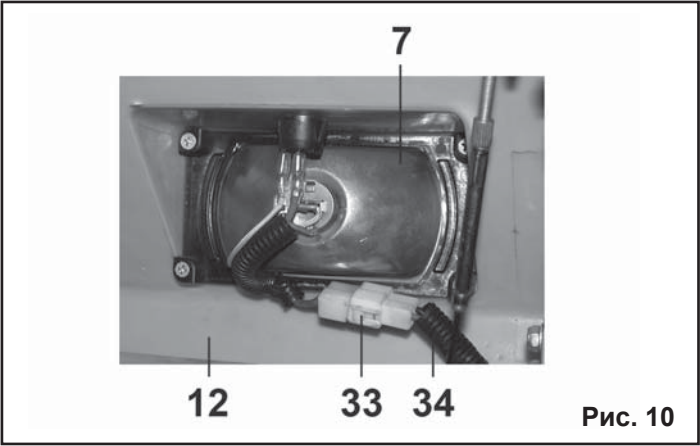

Рис. 10
6.7. Подключение фары (Рис.10).